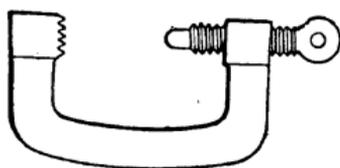

Fig. 628.
**Serre-joints.** — Presse (fig. 628) servant à maintenir en contact les pièces assemblées momentanément soit pour contremarquer des trous, soit pour reproduire une pièce par l'autre, soit enfin pour les percer ou les monter,